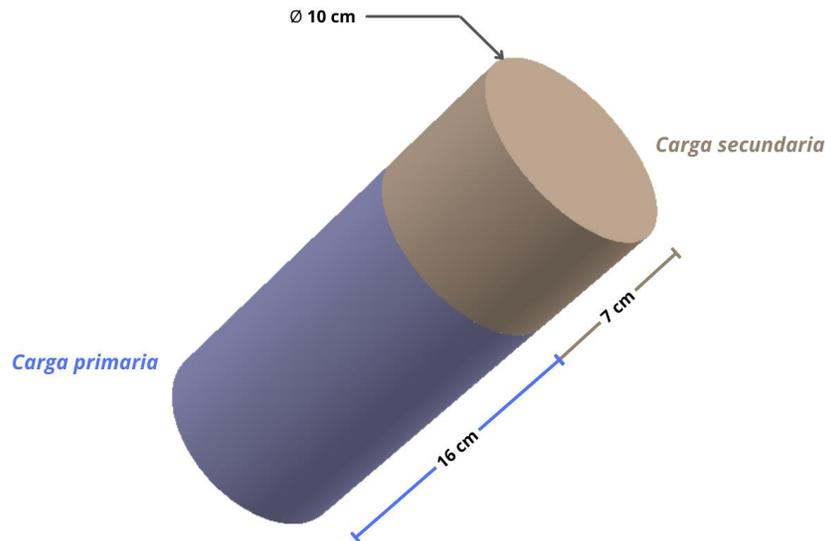

Figura 1. Dimensiones máximas del satélite enlatado.
- Las dimensiones y forma del Satélite Enlatado una vez ensamblado, deben ser equivalentes a las de un cilindro de 9 a 10 cm de diámetro y una altura de 20 a 23 cm. La carga primaria deberá tener máximo una altura de 16 cm y la secundaria de 7 cm. La superficie exterior del satélite debe ser lisa al tacto, continua y no debe presentar ondulaciones (véase Figura 1).